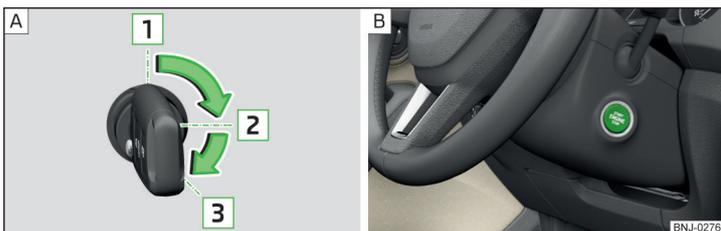

Fig. 114 Posições da chave do veículo no canhão de ignição / botão de arranque
Posições da chave do veículo no canhão de ignição » Fig. 114 - **A**
- Premir o botão » Fig. 114 - **B**, a ignição liga/desliga.
- Em veículos com **canhão de ignição**, rodar a chave para a posição **3** » Fig. 114 na página 93 - **A**, é efetuado o arranque. Soltar a chave, o motor arranca automaticamente.
- Nos veículos com **botão de arranque**, premir brevemente o botão » Fig. 114 na página 93 - **B**, o motor liga automaticamente.
- Nos veículos com **canhão de ignição**, rodar a chave para a posição **1** » Fig. 114 na página 93 - **A**.
- Nos veículos com **botão de arranque**, premir o botão » Fig. 114 na página 93 - **B**, o motor e a ignição desligam simultaneamente.
► Manter o botão premido » Fig. 114 na página 93 - ou premir o botão duas vezes dentro de 1 segundo.